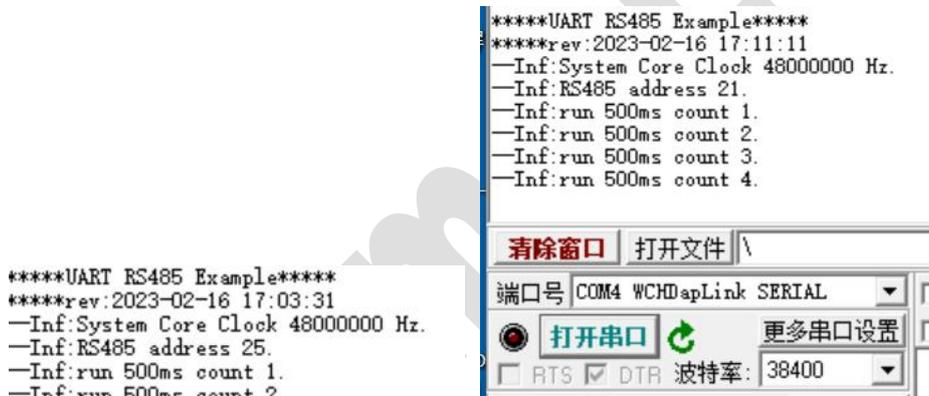

图 6 运行输出调试信息
1) 打开调试器对应的串口（接收 EV 板输出的调试信息），波特率默认 38400；复位 EV 板，串口信息如图 6；